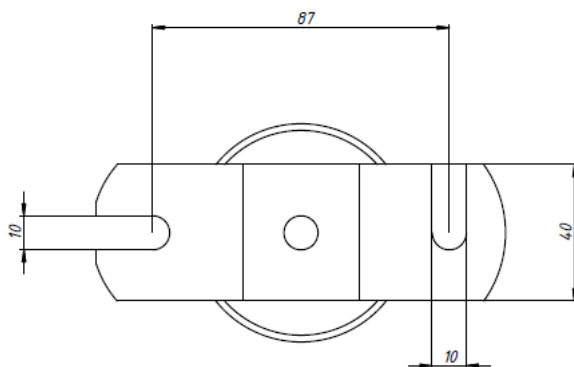

Рис. 4
6.2.1 МПП закрепить на потолочном перекрытии, при этом крепление к потолочному перекрытию должно выдерживать импульсную нагрузку от отдачи модуля в момент выброса огнетушащего порошка. Присоединительные размеры указаны на рис.4.